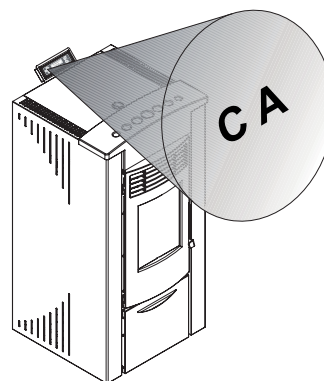

Fig.13.1
Se trata de un mando infrarrojo, por lo tanto es necesario apuntar al campo de acción (CA) de la unidad de recepción presente en el panel de mando (Fig.13.1) o bien hacia la antena colocada en la parte de atrás de la estufa, dependiendo del modelo.